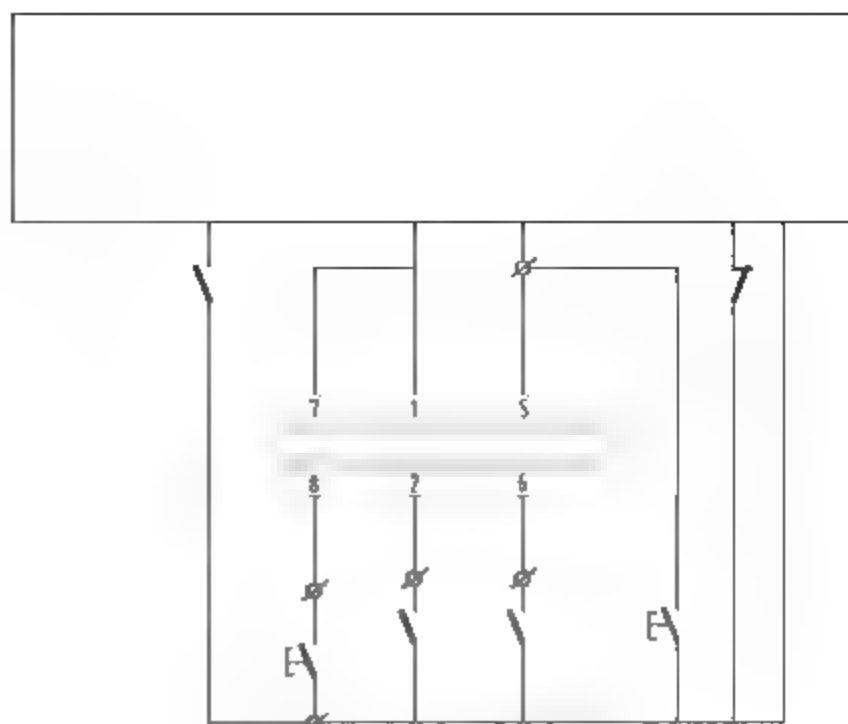

图10-30 修剪线路
**17** 调用TR【修剪】命令,修剪线路结构图,结果如图10-30所示。